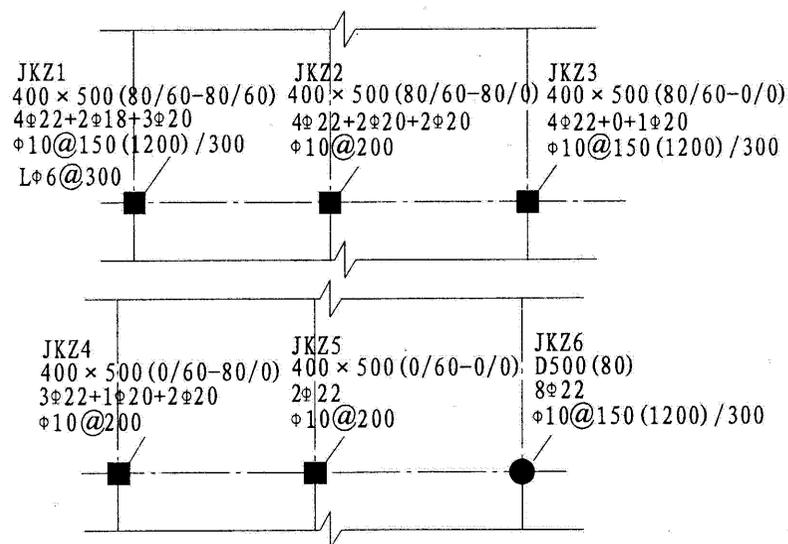

图 2.4.3 加大截面加固柱平面注写方法示例
2.4.3 加大截面加固柱施工图采用平面注写方法绘制时，应注写的内容包括：柱编号、原柱截面尺寸、加大截面后增加的厚度、新增纵筋和新增箍筋，见表 2.4.3 和图 2.4.3。
柱编号	见图 2.4.3
原柱截面尺寸及截面增加的厚度	见图 2.4.3
新增纵筋	见图 2.4.3。 例：4 $\phi$ 22+2 $\phi$ 18+3 $\phi$ 20，表示纵筋为 HRB335 钢，4 根角筋，直径为 22；沿宽度 $b$ 方向截面中部配 2 根钢筋，直径为 18；沿高度 $h$ 方向截面中部配 3 根钢筋，直径为 20
新增箍筋	见图 2.4.3
拉筋	见图 2.4.3